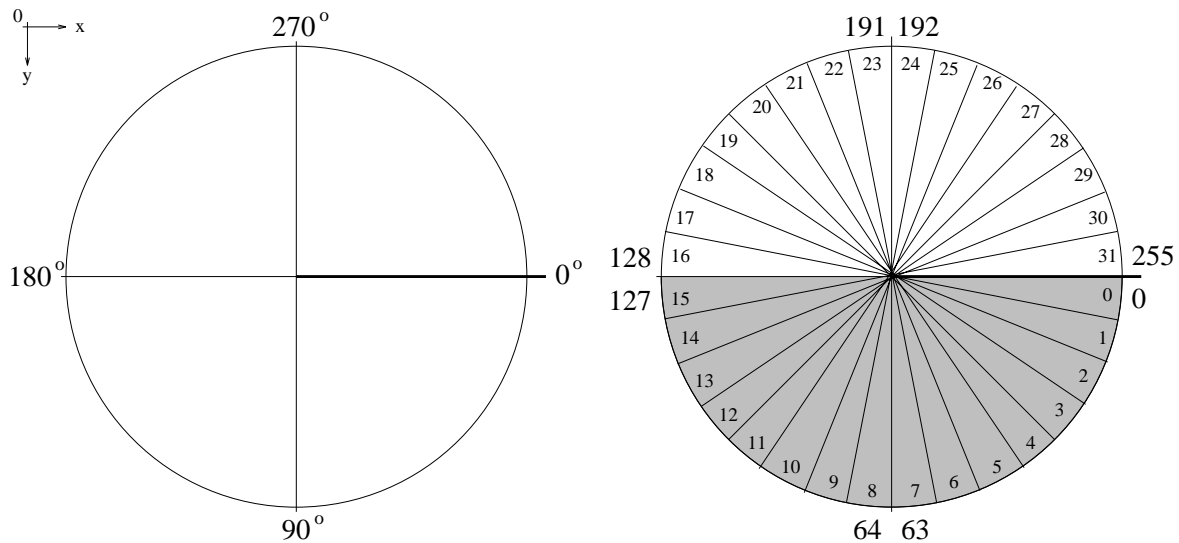

Abbildung 8.3: Die Richtung einer Kontur in einem Konturpunkt.
3. `angle` enthält die Richtung der extrahierten Kontur an diesem Punkt. Der Wert stammt aus dem Intervall  $[0, 255]$ , d.h. die  $360^\circ$  des Vollkreises (Abb. 8.3, links) werden auf dieses Intervall abgebildet (Abb. 8.3, rechts). Wichtig an dieser Stelle
1. Die Methode `angle2mask()` setzt in den 32 Bit eines Integers je nach Wert des Attributs `angle` ein bestimmtes Bit. Die genau Zuordnung kann aus dem rechten Teil der Abb. 8.3 abgelesen werden, wobei die in den Kreissegmenten angegebenen Nummern mit der zu setzenden Bit-Nummer korrespondieren.